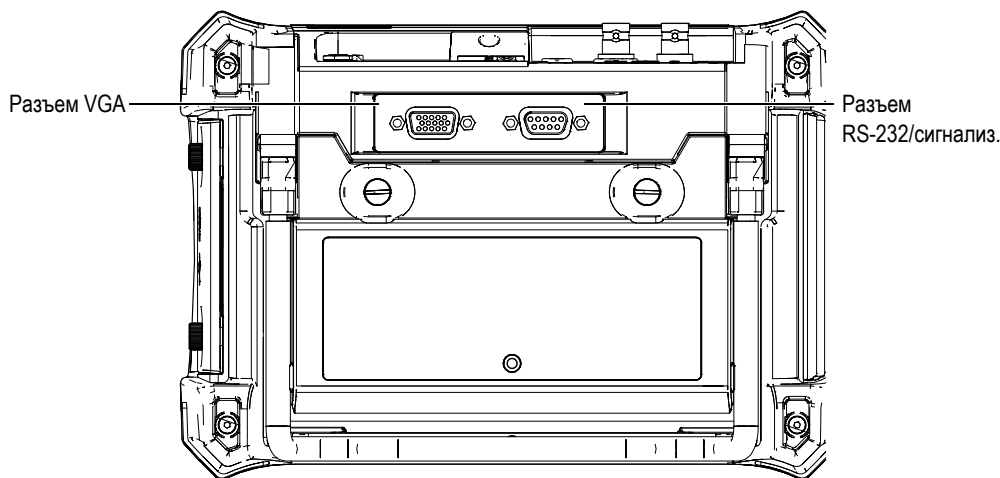

Рис. 9-1 Разъем RS-232/сигнализации и выход VGA
2. Подсоедините дополнительный кабель 600-C-VGA-5 (U8780298) к разъему VGA прибора ЕРОСН 600 (см. Рис. 9-1 на стр. 150), а затем к устройству VGA.
ЕРОСН 600 оснащен последовательным портом (RS-232), объединенным с Alarms (Сигнализ.) на том же разъеме (см. Рис. 9-1 на стр. 150).